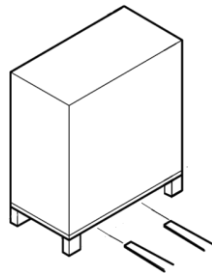

Рис. 22: Транспортировка при помощи вилочного автопогрузчика
1. Подведите вилочный захват автопогрузчика, как показано на Рис. 22.